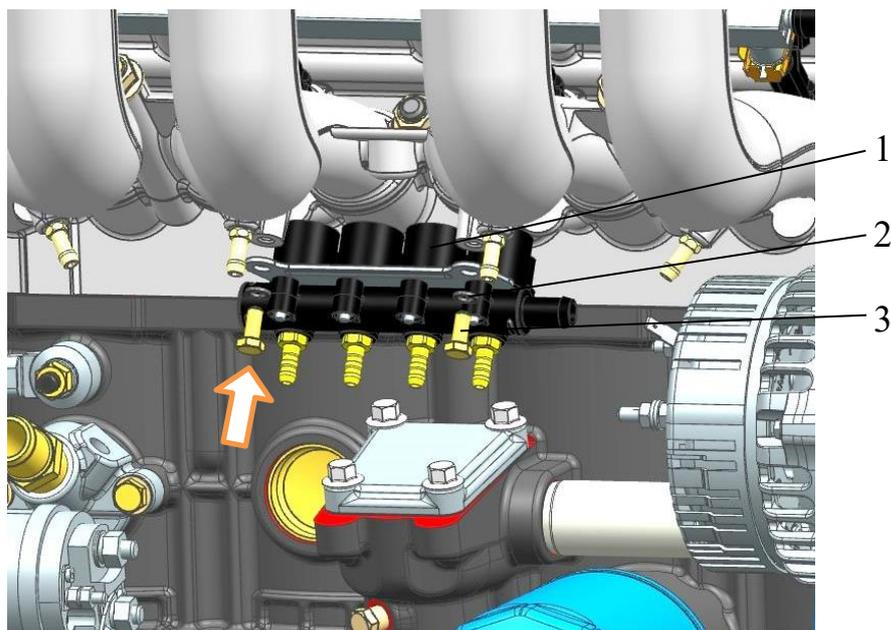

Рис.197. Установка блока клапанов подачи газа с держателем:
– установить и закрепить блок электромагнитных клапанов в сборе с держателем клапанов 1 (рис.197) на впускной трубе, завернув болты 3 крепления держателя клапанов с пружинными шайбами 2 моментом 8...10 Н·м (0,81...1,0 кгс·м);